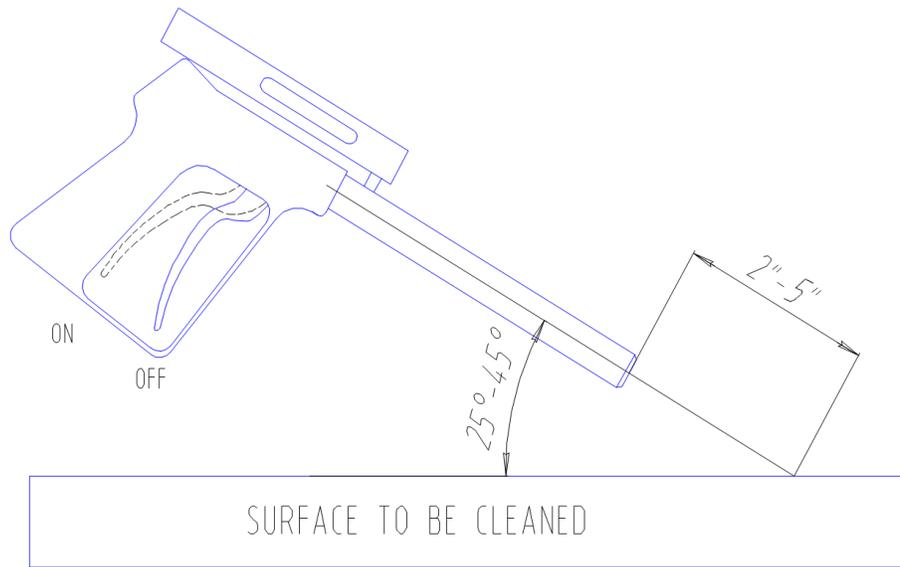

Figura 5.3 - Posición de la Pistola para obtener mejores resultados
Cuando el buzo esté listo para comenzar las operaciones de limpieza, asegúrese de que el gatillo de la Pistola esté en la posición abierta u "ON" (Figura 5.3), la Pistola está sumergida en el agua y la bomba de alimentación está funcionando antes de acelerar el motor. Asegúrese de que el operador de la unidad y otras personas que trabajan cerca de la unidad usen protección auditiva adecuada cuando el motor esté funcionando.
2. La técnica de operación más eficiente es mantener la boquilla a 5-12 cms de la superficie a limpiar y en un ángulo de 25 a 45 grados con respecto a la superficie que se va a limpiar (Figura 5.3). El buzo necesita observar la forma del cono de chorro de cavitación. A mayores profundidades, la presión ambiental más alta hará que el cono del chorro sea más corto. La zona más ancha del cono es la parte más eficiente del chorro de cavitación.. Colocar la boquilla a menos de 5 cms de la superficie a limpiar no permitirá un rendimiento de cavitación eficiente y degradará la capacidad de limpieza del sistema CaviBlaster.